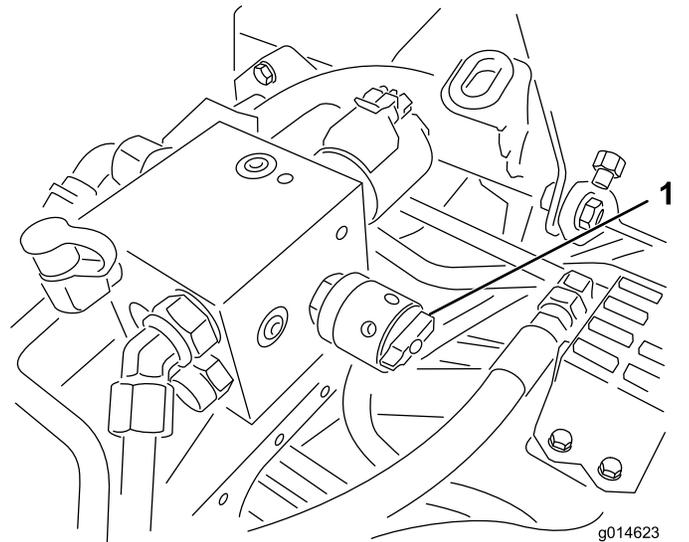

图49
4. 要调节滚刀的速度请旋转旋钮图49直至指示器箭头与在步骤 3 中确定的数字对齐。